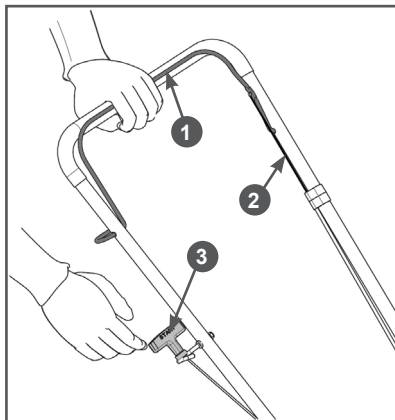

Рис. 10 Запуск двигателя
Перед запуском двигателя, несколько раз задействуйте рычаг 1 остановки двигателя (Рис. 10). Убедитесь, что трос 2 оста-
новки двигателя движется свободно, и что рычаг 1 остановки двигателя работает должным образом (Рис. 10).
3. Нажмите и удерживайте рычаг 1 остановки двигателя левой рукой (Рис. 10).
4. Правой рукой возьмитесь за ручку 3 стартера и медленно проверните коленчатый вал двигателя ручным стартером до тех пор, пока не почувствуете сопротивление, затем медленно опустите ручку стартера вниз (Рис. 10). Снова медленно потяните за ручку стартера, пока не почувствуете, что стартер вошел в зацепление с маховиком, после чего, резко и с усилием потяните за ручку стартера и запустите двигатель. При необходимости повторите. После запуска двигателя медленно и плавно верните ручку стартера на место.
При возникновении аварийной ситуации, для экстренной остановки двигателя отпустите рычаг 1 остановки двигателя (Рис. 10).
3. Отпустите рычаг 1 остановки двигателя (Рис. 10).